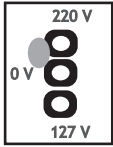

Fig. 1
- Fechando com solda as ilhas 0V e 220V, a central está configurada para 220 v. Veja a ilustração da Fig 1